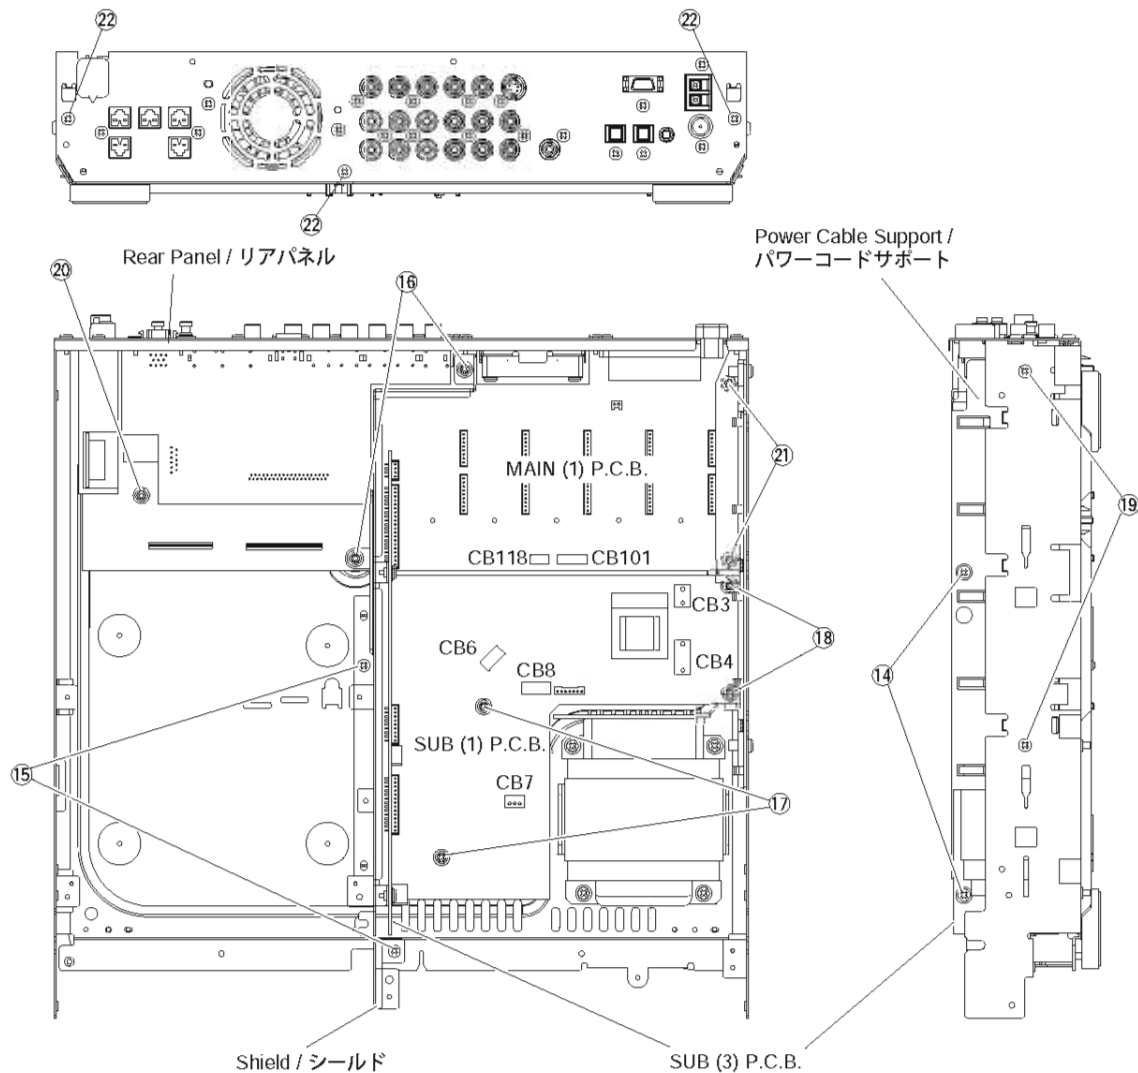

Fig. 7
8. Removal of SUB (3) & SUB (1) P.C.B.
- Remove 2 screws (14) in Fig. 7.
- Remove 2 screws (15) and 2 screws (16) and then remove the Shield in Fig. 7.
- Remove the SUB (3) P.C.B. in Fig. 7.
- Remove 2 screws (17) and 2 screws (18) in Fig. 7.
- Disconnect the connectors CB3, CB4, CB6, CB7, CB8, CB101 and CB118 in Fig. 7.
- Remove the SUB (1) P.C.B. in Fig. 7.
8. SUB (3) & SUB (1) P.C.B.の外し方
- 14のネジ2本を外します。(Fig. 7)
- 15のネジ2本、16のネジ2本を外し、シールドを外します。(Fig. 7)
- SUB (3) P.C.B.を外します。(Fig. 7)
- 17のネジ2本、18のネジ2本を外します。(Fig. 7)
- コネクタCB3、CB4、CB6、CB7、CB8、CB101、CB118を外します。(Fig. 7)
- SUB (1) P.C.B.を外します。(Fig. 7)
- Remove 2 screws (19) and then remove the Power Cable Support in Fig. 7.
- Remove 1 screw (20) and 2 screws (21) in Fig. 7.
- Remove 3 screws (22) in Fig. 7.
- Remove the MAIN P.C.B. with the Rear Panel attached to it in Fig. 7.
- 19のネジ2本を外し、パワーコードサポートを外します。(Fig. 7)
- 20のネジ1本、21のネジ2本を外します。(Fig. 7)
- 22のネジ3本を外します。(Fig. 7)
- リアパネルが付いた状態でMAIN P.C.B.を外します。(Fig. 7)